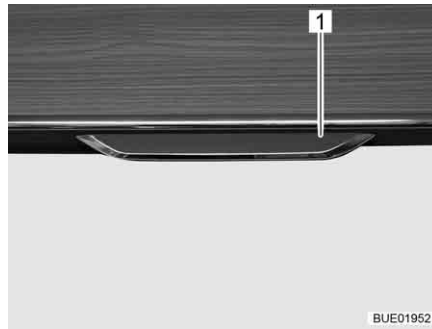

Bild 61 Möbelklappe mit Entriegelungsgriff
- Entriegelungsgriff (Bild 61,1) nach außen ziehen.